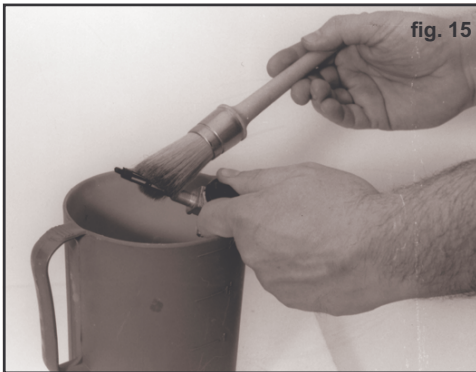

fig. 16
**OGNI 50 ORE:** Sostituire completamente l'olio nel carter motore (fig. 16).